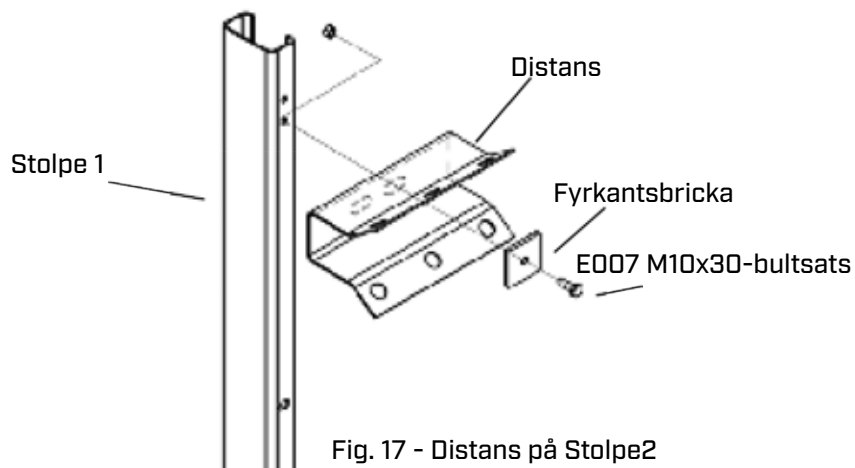

Fig. 17 - Distans på Stolpe2
4.8 Använd E007 bultsats och fyrkantsbricka för att montera Distans med på ena sidan av Stolpe 2. Det nedre hålet på stolpen skall användas. Alla distanser har två spår på insidan för montering. Använd spåret som visas i Fig. 17.